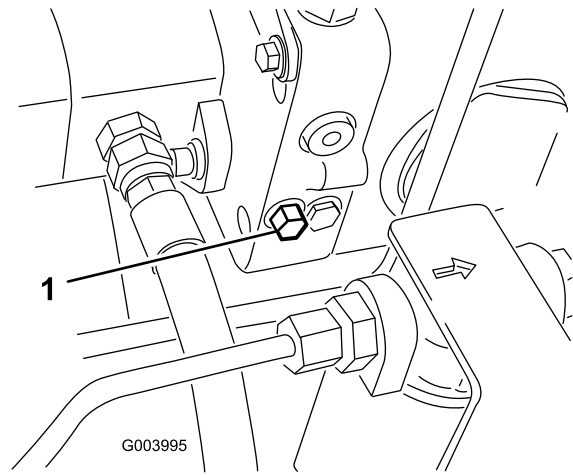

Figure 42
- La vanne de dérivation est située du côté gauche de l'hydrostat (Figure 42). Tournez le boulon une fois et demie pour ouvrir la vanne et permettre la dérivation interne de l'huile. Il est alors possible de déplacer la machine lentement sans endommager la transmission.